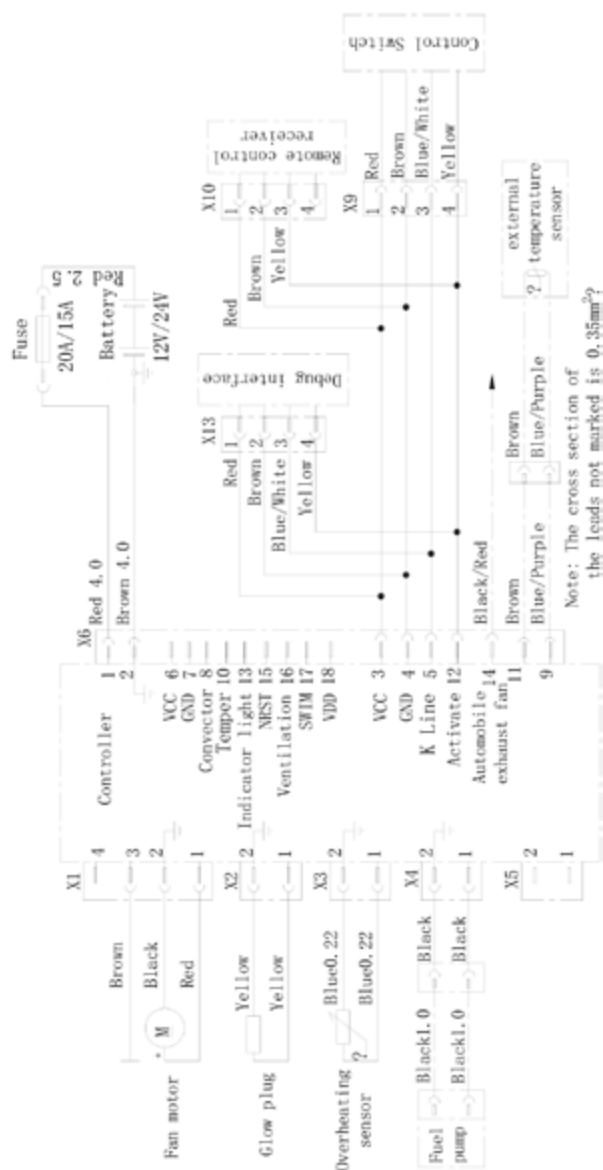

Fig. 41
- ☐ Ledningsdiagrammerne for varmeapparatet er vist i fig. 41 (side 120) og fig. 42 (side 121).